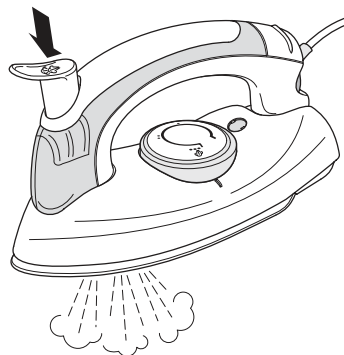

Figura 4
6. Pulse con fuerza el botón para emisión de vapor mientras plancha a fin de que se produzca el chorro de vapor (véase la figura 4).